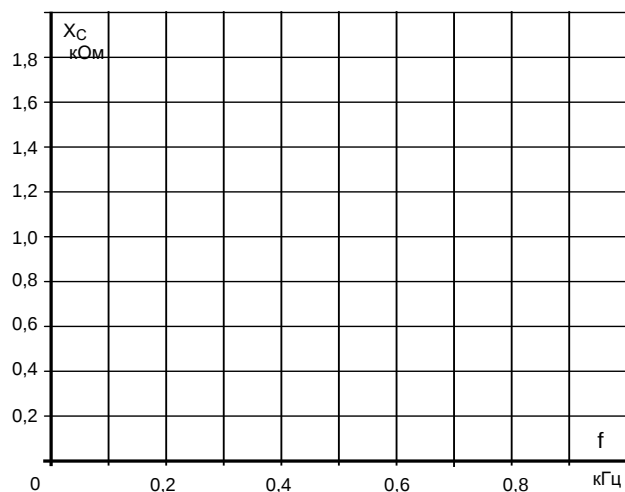

Рисунок 2.11 – Пример оформления сетки координат для построения графика зависимости $x_c = f(f)$.
- Перенесите величины x_C на график (рисунок 2.11) для построения кривой $x_C = f(f)$.